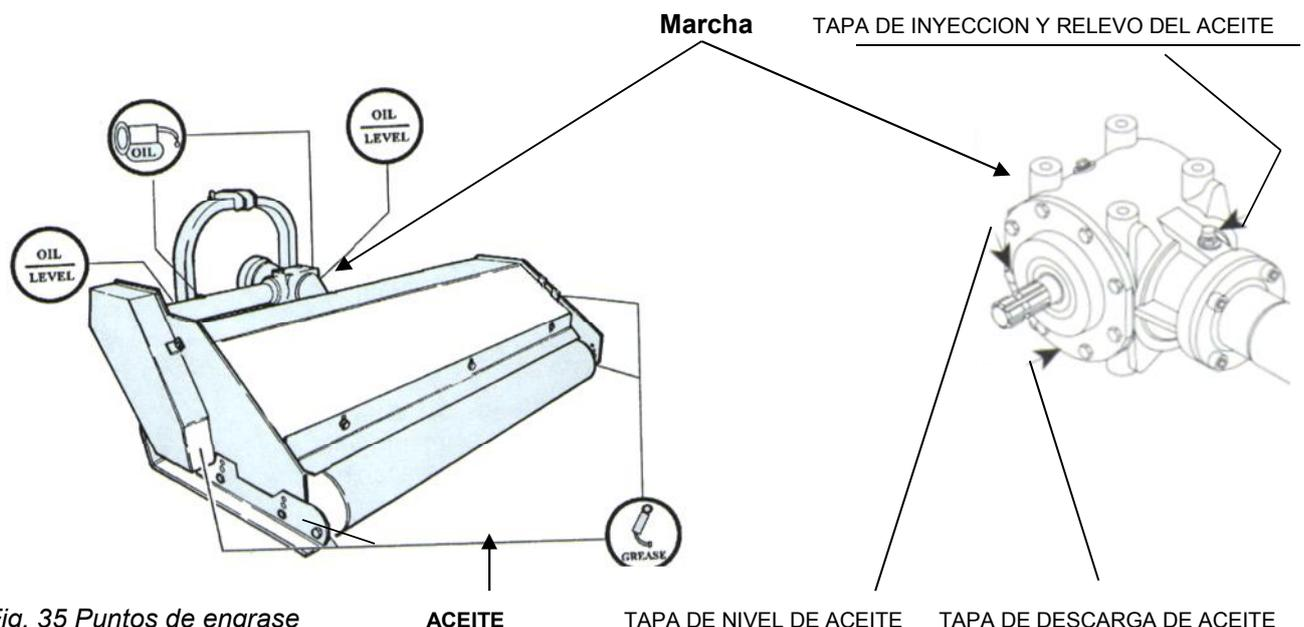

Fig. 35 Puntos de engrase
- 1) Después de mas o menos 100 horas de trabajo, compruebe el nivel del aceite en las marchas y el cardan. Si es necesario añadir aceite (Fig. 35).